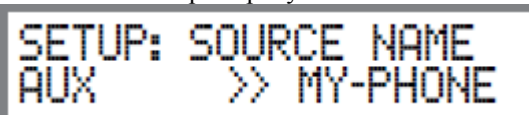

Рисунок 13
6. Повторите шаги с 3 по 5 до тех пор, пока новое название "MY PHONE" не будет отображено на Дисплее Фронтальной панели. Смотрите рисунок 13.